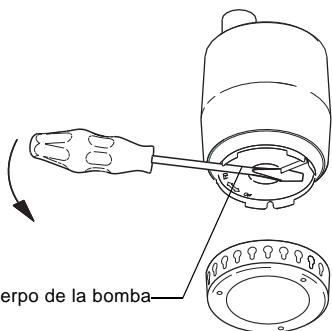

Fig. 8
- Gire con un destornillador el cuerpo de la bomba 90° en contra de las manecillas del reloj, ver la flecha en el cuerpo de la bomba. Quite el cuerpo de la bomba, ver fig. 8.